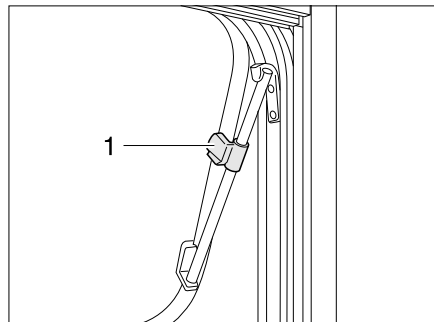

Fig. 72 Fenêtre projetante avec bras pivotants, ouverte
- Ouvrir la fenêtre projetante jusqu'à la position désirée et la bloquer avec la molette (Fig. 72,1).
- Tourner la molette (Fig. 72,1) jusqu'à ce que le dispositif de blocage soit libéré.